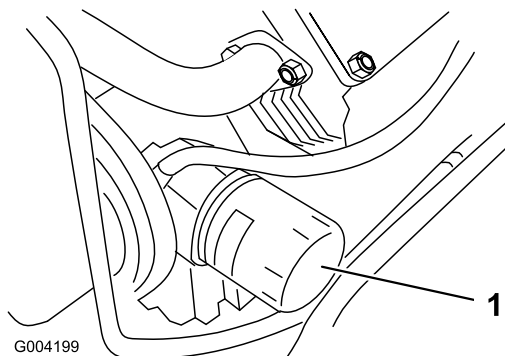

Figura 38
4. Togliere il filtro usato (Figura 38) e pulire la superficie della guarnizione dell'adattatore del filtro.